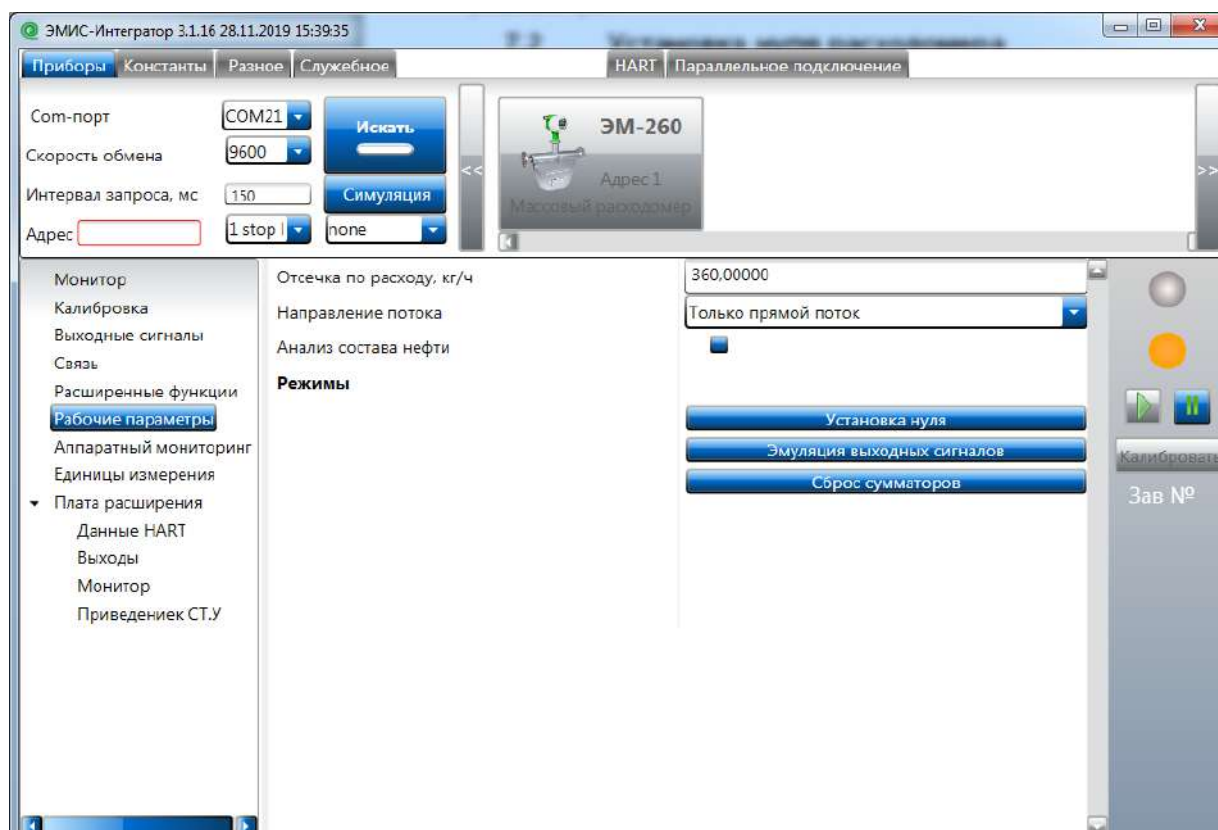

Рисунок 7.1 – Запуск процедуры «Установка нуля» через ПО «ЭМИС-Интегратор»
- а) при использовании ПО «Интегратор»: Перейти на вкладку «Рабочие параметры» и нажать кнопку «Установка нуля» (см. рисунок 7.1).